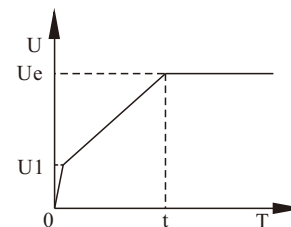

图11
b)、图11为电压斜坡起动的输出电压波形。其中 U_1 为起动时的初始电压值，当电机起动时，在电机电流不超过额定值400%的范围内，软起动器的输出电压迅速上升，电机随着电压的上升不断平稳加速，当电压达到额定电压 U_e 时，电机达到额定转速，旁路接触器吸合，起动过程完成。